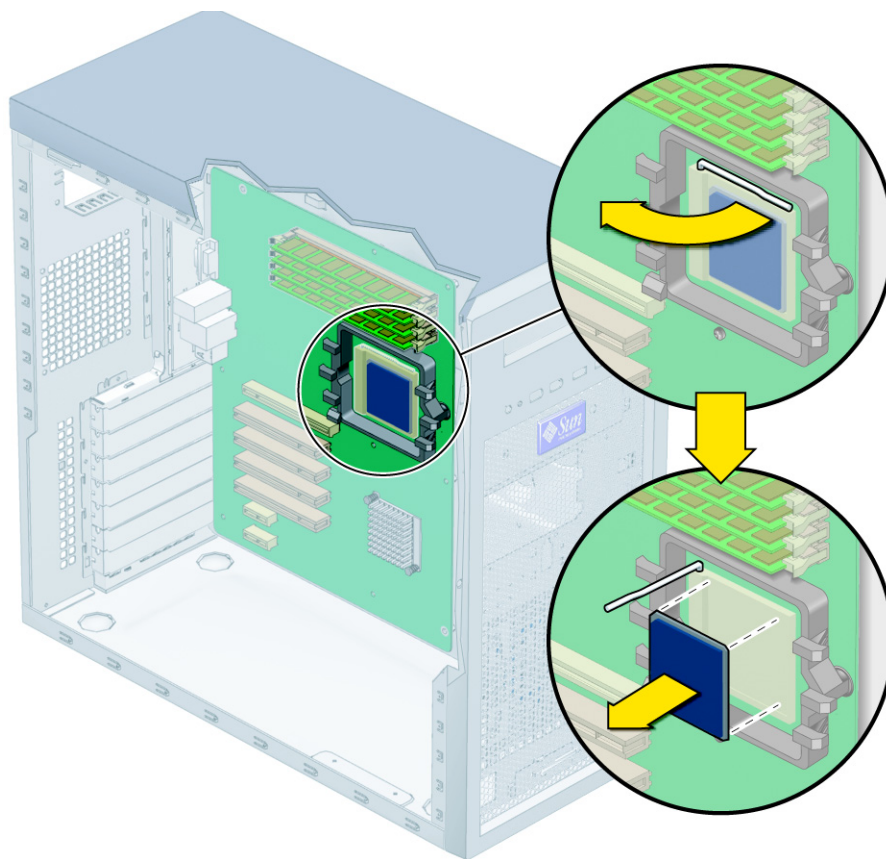

图 4-37 从工作站中拆卸 CPU
10. 向下按压，然后向上拉起 CPU 插座侧边的固定杆，使其完全打开，即处于垂直位置（参见图 4-37）。